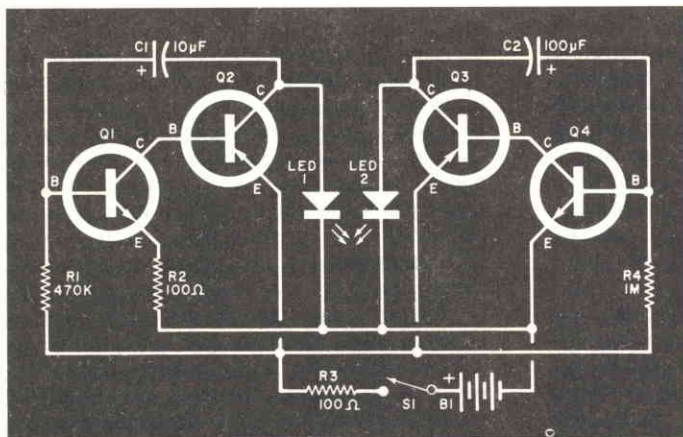

Fig. 5 - Semplice circuito per il lampeggiamento di due diodi LED.
**Circuiti a semiconduttori** - Lo schema elettrico della *fig. 5* rappresenta un circuito lampeggiatore in grado di pilotare due diodi LED con ritmi differenti di lampeggiamento. Il progetto di questo circuito risale ad alcuni anni fa, quando ancora non esistevano i compatti ed economici circuiti integrati in grado di svolgere da soli la funzione di temporizzatore oppure quella di lampeggiatore, come, per esempio, il tipo 555, il tipo 556 ed il tipo LM3909. Per questo motivo il circuito proposto utilizza componenti discreti; nonostante le limitazioni imposte dal tipo di progetto possibile alcuni anni fa, esso però impiega solamente quattro transistori, quattro resistori e due condensatori, oltre alla pila necessaria per il funzionamento, ed è in grado di pilotare due diodi LED con possibilità di funzionamento "agganciato" dei due circuiti oscillatori che pilotano i LED.
L'agganciamento dei due oscillatori, che viene più facilmente realizzato quando i valori delle frequenze di lampeggiamento dei due diodi LED sono l'uno multiplo dell'altro. Il ritmo al quale il diodo LED1 lampeggia, con i valori assegnati ai componenti nella fig. 5, è approssimativamente di un lampo al secondo, mentre quello del diodo LED2 è di circa un lampo ogni dieci secondi (le corrispondenti frequenze dei due oscillatori complementari sono pari, rispettivamente, a 1 Hz ed a 0,1 Hz). Il resistore R3 può essere omesso dal circuito nel caso in cui non si vogliano agganciare tra loro le frequenze di lavoro dei due oscillatori. E' bene però inserire due resistori fissi di piccolo valore in serie con i due diodi LED, in modo da porre un limite alla massima corrente che può attraversare questi due componenti.